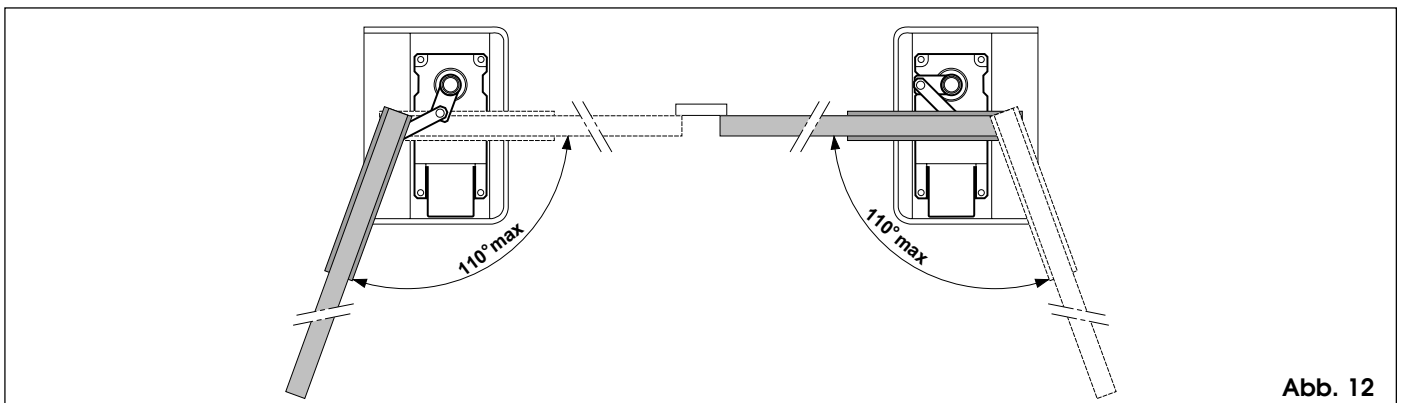

Abb. 12
**HINWEIS:** Die korrekte Einbauposition des Antriebs gem. **Abb. 12** befolgen.